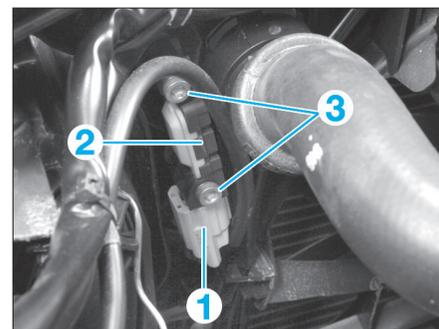

Fig. 10
- Débrancher le connecteur (1) du capteur (2) (Fig.10).
- Desserrer les deux vis (3) du capteur de collision.
- Déposer le capteur (2).